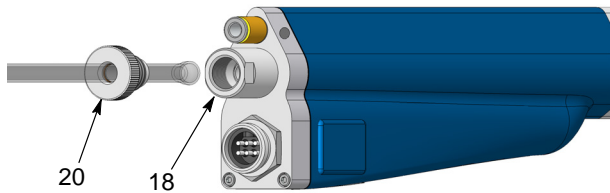

Abb. 20 Pulverschlauch abnehmen
4. Siehe Abbildung 20. Den Verriegelungsring (20) losschrauben und den Pulverschlauch aus der Haltemutter (18) ziehen.
11. Siehe Abbildung 20. Den Verriegelungsring (20) in die Sicherungsmutter (18) schrauben und gut festziehen.